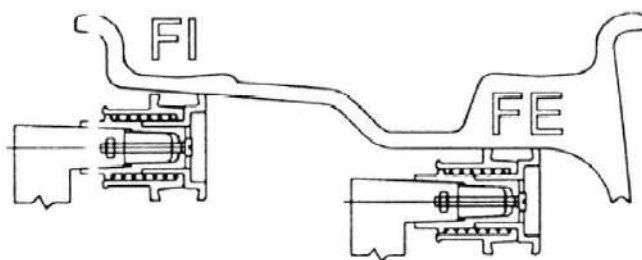

Рис.9
- al значение расстояния: Сначала вытяните головку линейки, как показано на рис. 9, и удерживайте ее в положении F1 в течение 4 секунд, автоматически считайте данные "al distance" с измерительной шкалы и вручную исправьте данные с помощью **a+** **a-** (автоматическое измерение является опциональным).
- AE значение расстояния: сначала вытяните головку линейки, как показано на рис. 9, и удерживайте ее в положении FE в течение 4 секунд, а затем, автоматически считайте данные "aE расстояние" со шкалы измерения и вручную корректируйте данные с помощью **b+** **b-** (автоматическое измерение